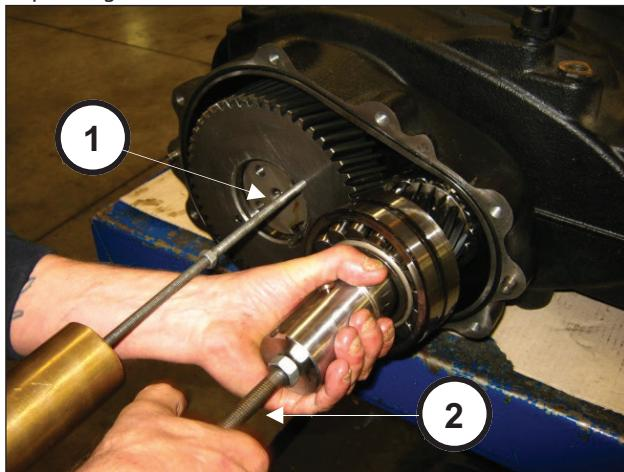

Fig. 12
Pour déposer l'ensemble pignon + couronne, il faut appliquer des masses percutantes aux 2 trous taraudés M8 de la couronne (rep. ①, Fig. 12) et au trou taraudé M14 du pignon (rep. ②, Fig. 12).